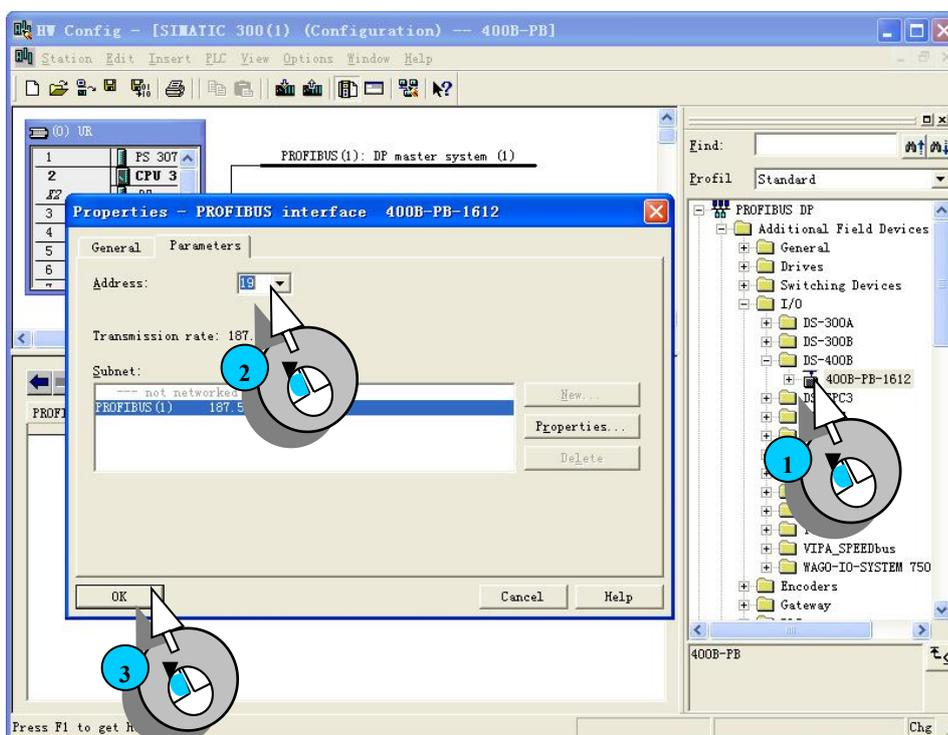

图 2-11 添加 DP 从站，设置从站地址
选中PROFIBUS (1) DP master system总线，变成黑色，再将硬件目录（PROFIBUS DP/Additional Field Devices/I/O/DS-400B）的400B-PB-1612 添加至PROFIBUS-DP 主站系统。在对话框中，将PROFIBUS从站地址设为19 (此处的DP从站的地址19必须与400B-PB-1.0设置的地址相一致)。见下图2-11所示：